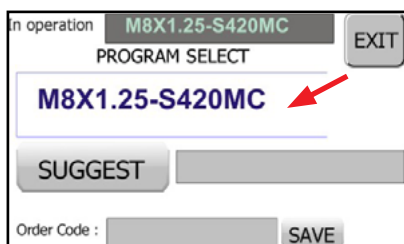

ABB. 4
- Box in der Mitte aktivieren (Abb. 4). Ein Drop-down Menü erscheint.